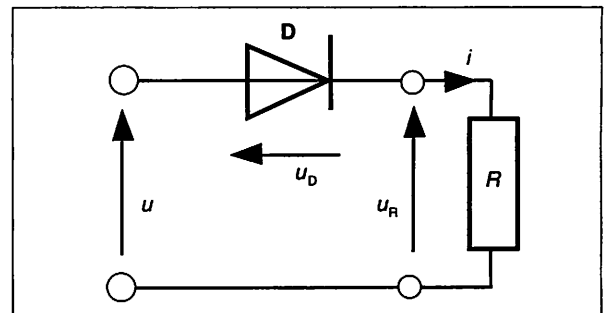

Fig. 20.04 : Redresseur monoalternance.
■ REDRESSEUR À UNE DIODE (FIG. 20.04)